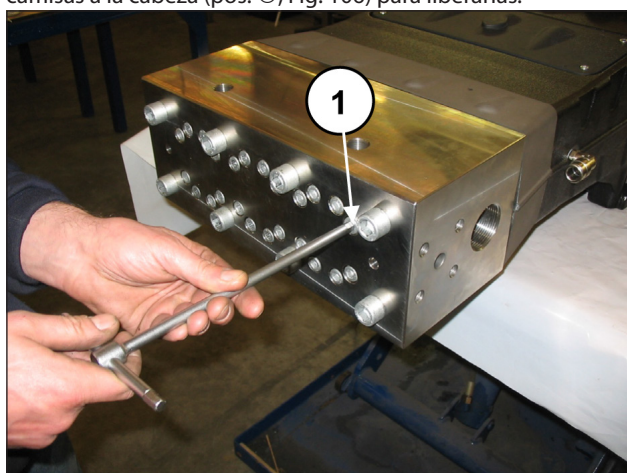
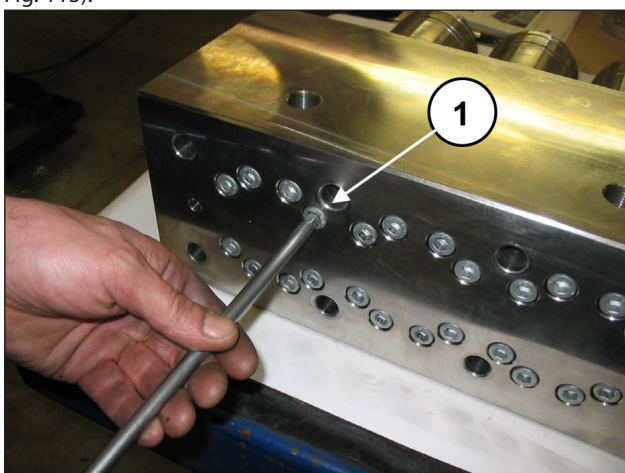
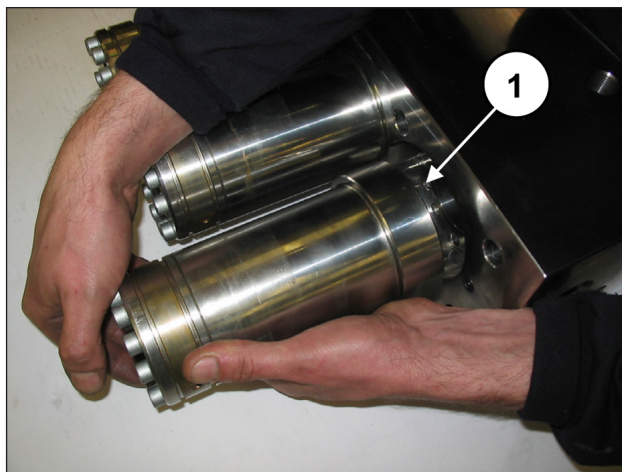

Fig. 106
Fig. 112
Fig. 113
Para extraer los grupos de válvula operar del siguiente modo: Aflojar, sin extraerlos, los tornillos M10x140 que fijan las camisas a la cabeza (pos. ①, Fig. 106) para liberarlas.
Extraer los tornillos M10x140 que fijan las camisas a la cabeza (pos. ①, Fig. 112) y extraer los grupos de camisas (pos. ①, Fig. 113).
Para extraer los grupos de pistón operar del siguiente modo: Desmontar la cabeza y el distanciador de las camisas del cárter de la bomba como se indica en el apart. 2.2.1 (de Fig. 106 a Fig. 113).